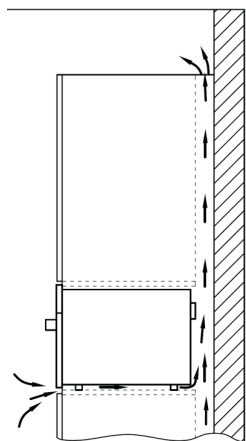

图 2
- 不能直接把橱柜背板贴在蒸烤箱的背部, 预留空位确保散热。参照图2。